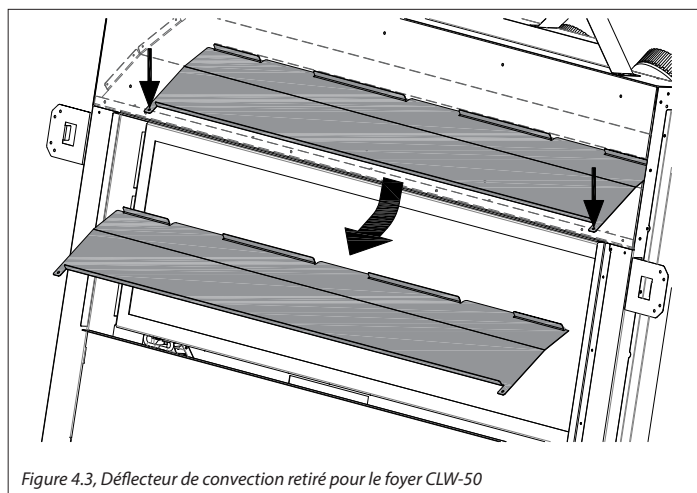

Figure 4.3, Déflecteur de convection retiré pour le foyer CLW-50
CLW-50 : Le déflecteur est fixé par (2) vis, juste derrière le bord supérieur de l'ouverture du foyer (voir Figure 4.3).